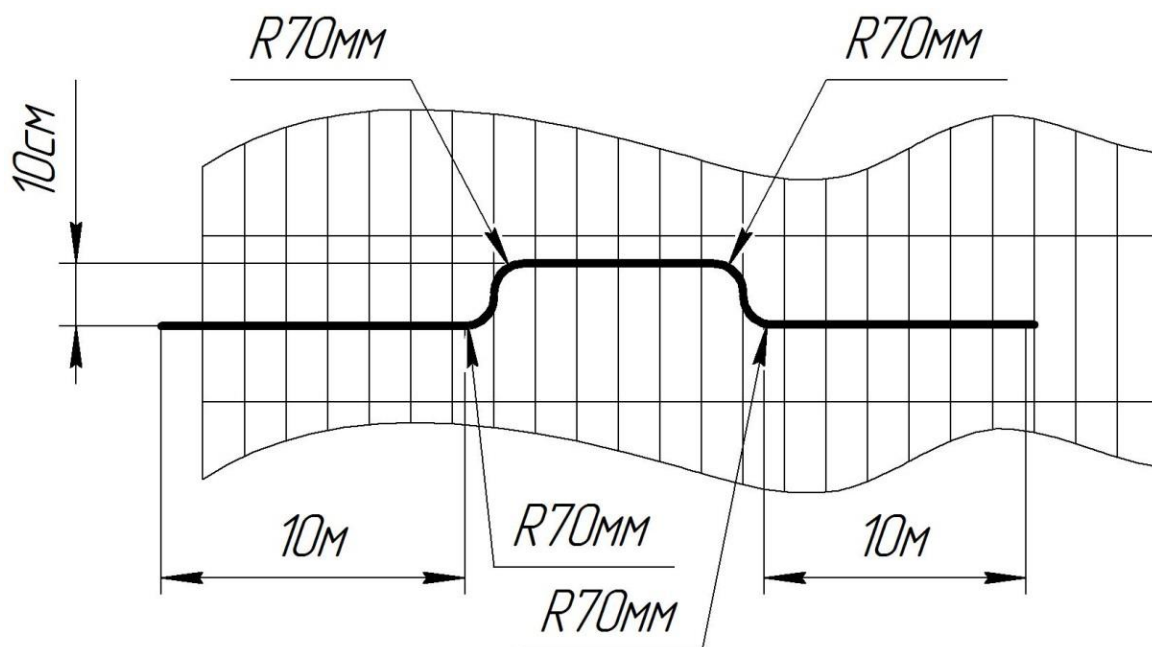

Рисунок 4
6) В промежутках между пластинами (стяжками), кабель должен иметь минимальное натяжение, обеспечивающее отсутствие провисания. Расстояние между креплениями КЧЭ к заграждению не должно превышать 0,5 м. На каждые 10 метров КЧЭ необходимо иметь запас 20 сантиметров кабеля. Радиус изгиба КЧЭ не должен превышать 70 мм (Рисунок 4).